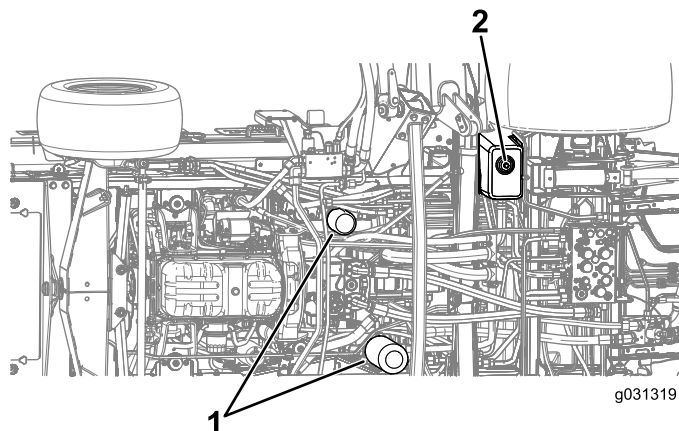

Figura 122
4. Retire o tampão de drenagem de baixo do depósito e deixe o fluido hidráulico escorrer para o recipiente (Figura 122).
7. Coloque um recipiente de escoamento debaixo do filtro e retire o filtro (Figura 122).